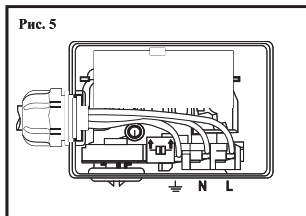

Рис. 5
- Подключите кабель следующим образом: провод коричневого цвета - к клемме L, провод синего цвета - к клемме N, провод желтого/зеленого цвета к клемме «Земля» [см. рис. 5].